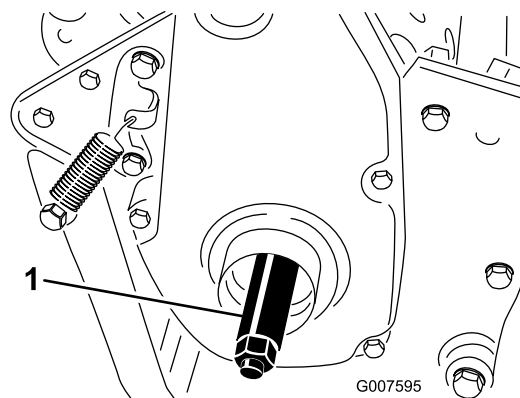

Figure 9
3. Vissez l'arbre de la roue droite sur la poulie d'entraînement du côté droit de la machine (Figure 9).